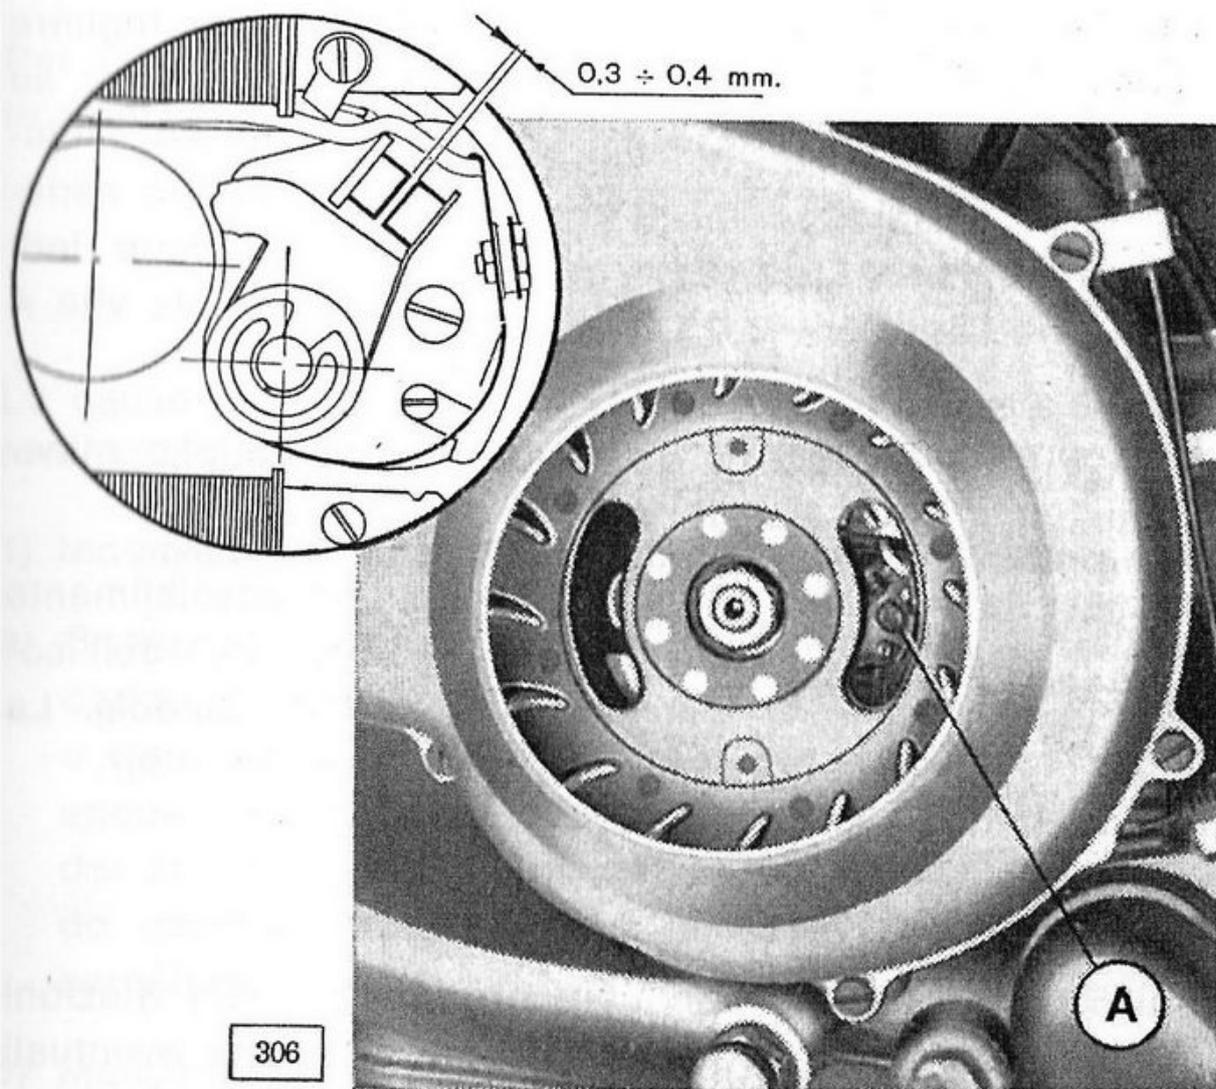

Fig. 16
**Controllare** l'impianto accensione. Ogni 5000 km togliere il magnete volano e verificare lo stato dei contatti: se sporchi pulirli con straccio imbevuto di benzina ed asciugare bene; se le superfici di contatto presentassero asperità ripassarle con apposita limetta, ripulirle bene indi registrarne l'apertura a  $0,3 \div 0,4$  mm. agendo sulla vite A (fig. 16).